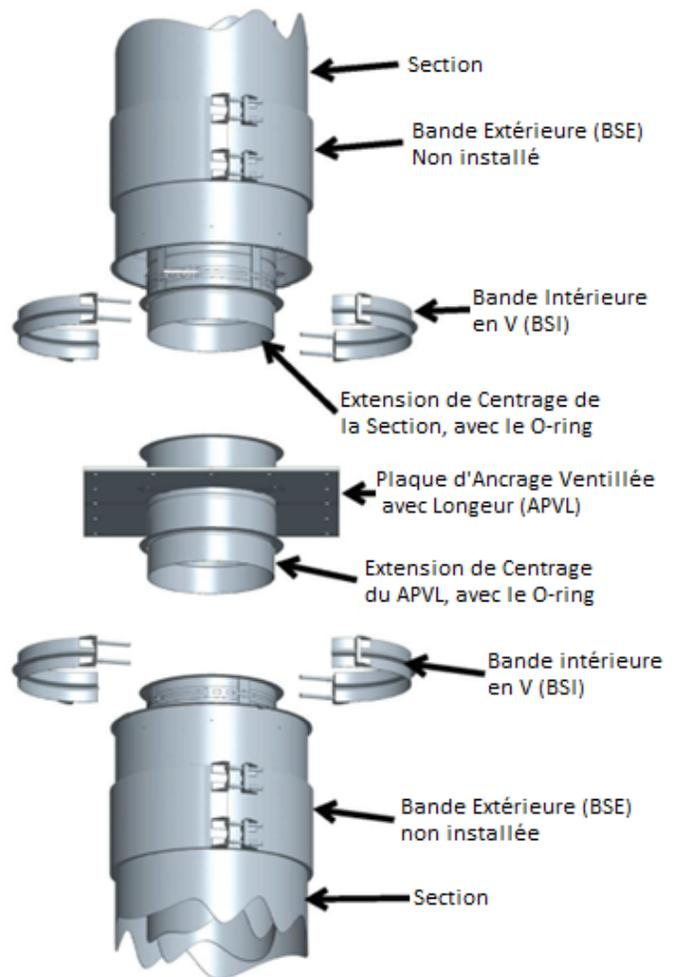

Figure 34: Étape 1 de l'installation d'APVL
Il est assemblé exactement comme on le fait pour un joint de deux sections standard (bride à bride avec la bande en V (BSI)) (voir la section **ASSEMBLAGE ENTRE DEUX SECTIONS**). La pièce n'a pas de paroi extérieure, mais une bande extérieure (BSE) est fournie pour fixer l'isolant sur la pièce. Voir les figures 34, 35 et 36 pour les trois étapes d'installation du CAX1- (BC).